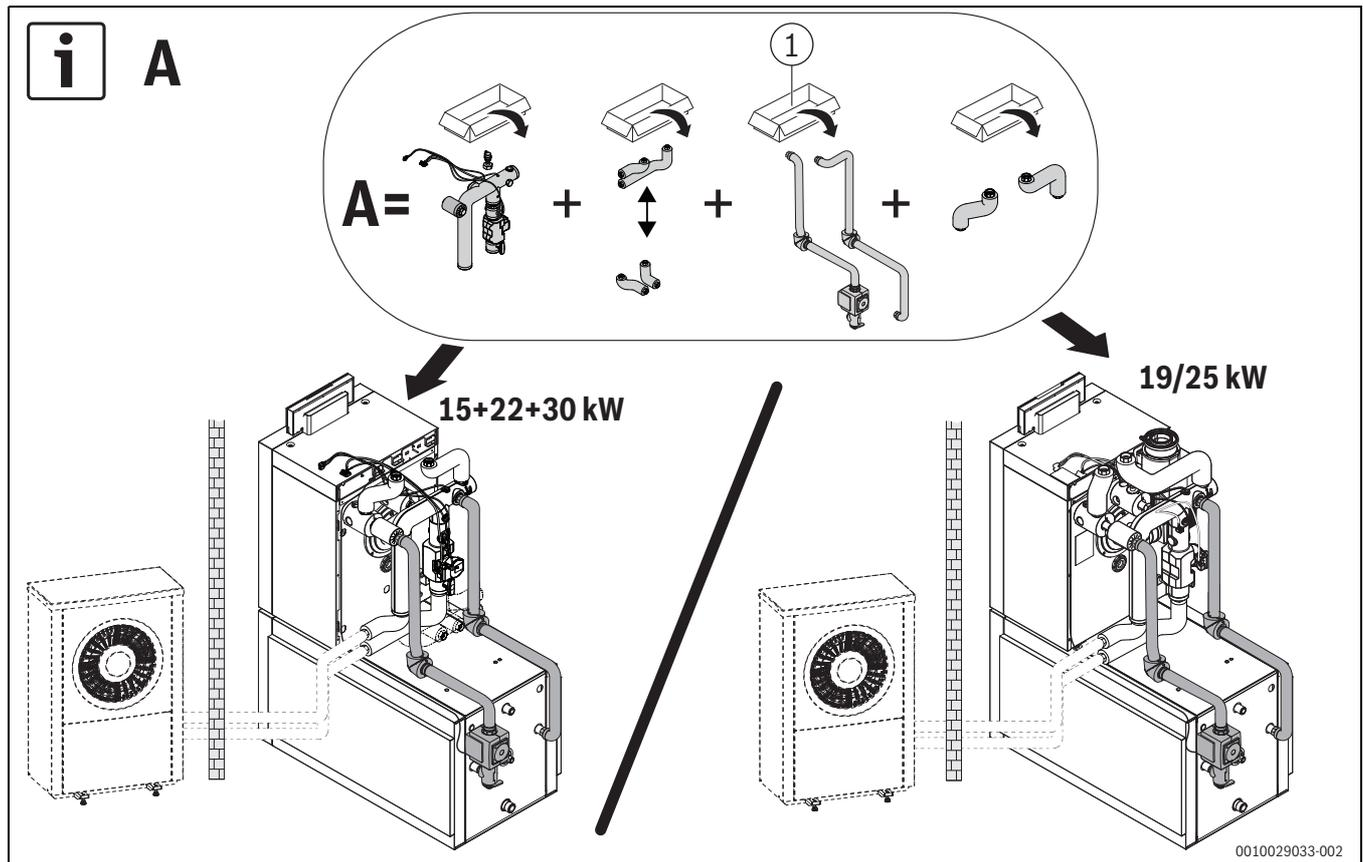

Bild 10 Speicherverbindung liegender Speicher, Variante A
- Rohrgruppe Speicherverbindung für unten liegenden Speicher (→Bild 10; →separate Installationsanleitung).
Bei der Installation mit liegendem Speicher, **Variante A** (→Bild 10),
Für die Kesselgröße 19/25 kW (→ Bild 10) erfolgt die Montage der Speicheranbindung in gleicher Weise.
Für die Kesselgröße 19/25 kW (→ Bild 10) erfolgt die Montage der Speicherverbindung in gleicher Weise.